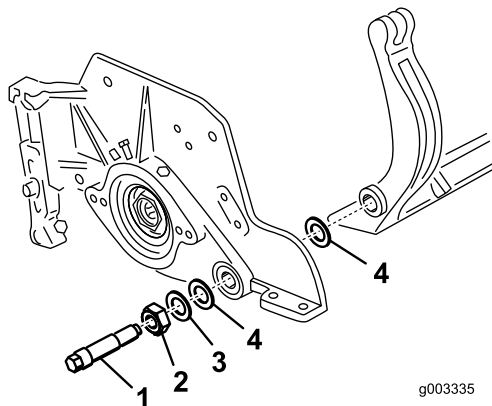

図 28
ドバーの両端にナイロンワッシャとスチールワッシャが2枚ずつあるので注意する (図 28)。
- ベッド・バー・ボルト (とボルトについているナット) とワッシャ6枚で、ベッド・バーを各サイド・プレートに固定する。ナイロン・ワッシャはサイド・プレートの両側のボスに嵌め込む。その外側からスチール製ワッシャを取り付ける (図 28)。ベッドバーボルトを 27-33 ft.-lb (37-45 N-m = 4.6-1.7 kg.m) にトルク締めする。左右の遊びが完全になくなって外側のスチール製ワッシャが回らなくなるまで (ただし決して締めすぎになったりサイド・プレートが変形したりしていない) ロックナットを締め付ける。内側のワッシャには遊びがあってよい。